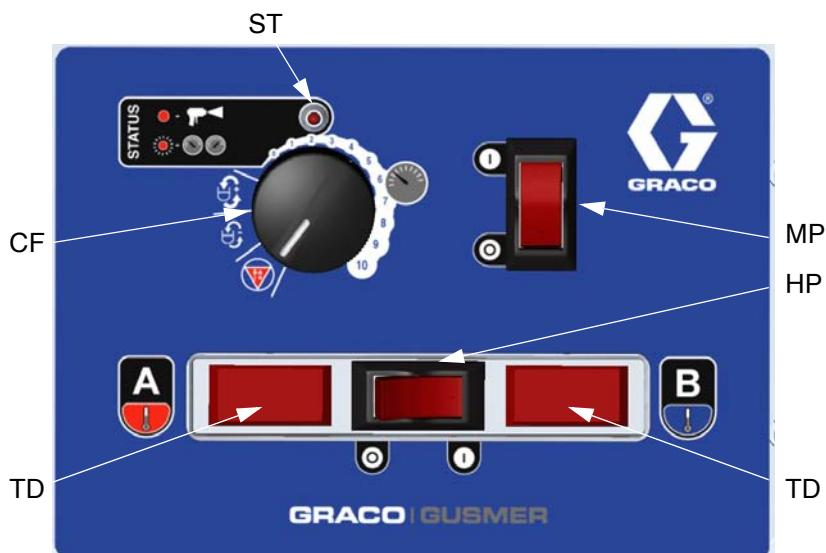

Рис. 3. Элементы управления и индикаторы (показано устройство с нагревателем)
- J Панель управления; см. Рис. 3, стр. 13
| J | Панель управления; см. Рис. 3, стр. 13 | Y | Подъемное кольцо |
См. Рис. 3. Выключатель (HP) включает подачу питания на термостаты нагревателя. Выключатель также оборудован прерывателем цепи 20 А. Устанавливаются только на устройствах с нагревателями.
См. Рис. 3. Датчики температуры жидкости (T) отслеживают текущую температуру жидкостей А и В, поступающих на распылительный пистолет. Показания температуры выводятся на дисплей (TD). Устанавливаются только на устройствах с нагревателями.